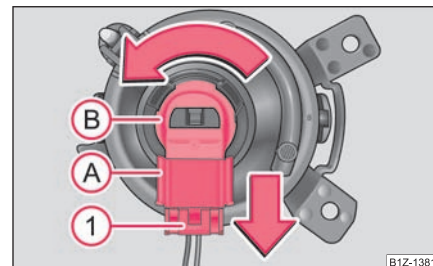

Fig. 251 Farurile de ceață: Înlocuirea becurilor
- Apăsați siguranța **1** ⇒ pagina 263, fig. 251 a fișei **A** și scoateți fișa electrică din dulia **B**.